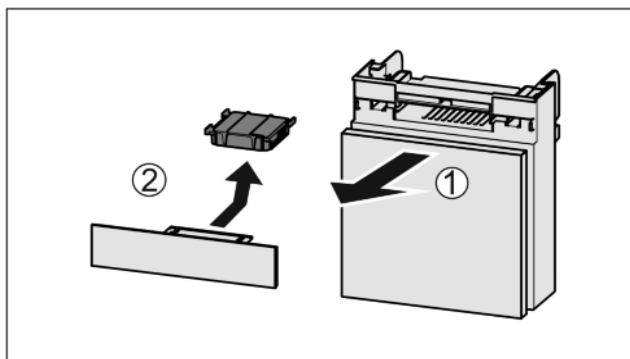

Fig. 33
- Estrarre il vano tirando in avanti Fig. 33 (1).
- Rimuovere il filtro a carboni attivi Fig. 33 (2).